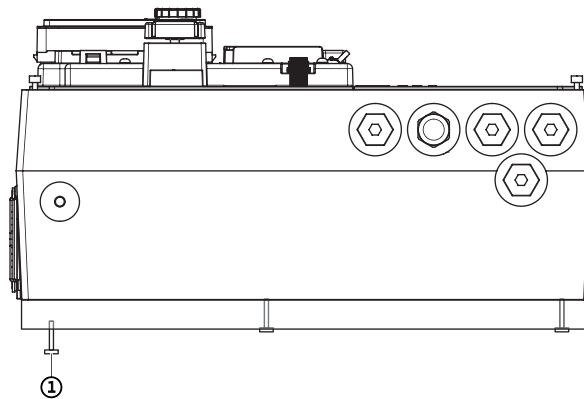

Fig. 115: Liberación de los placa adaptadora
6. Suelte los tornillos de la placa adaptadora de la parte inferior del módulo electrónico (Fig. 115, Pos. 1).